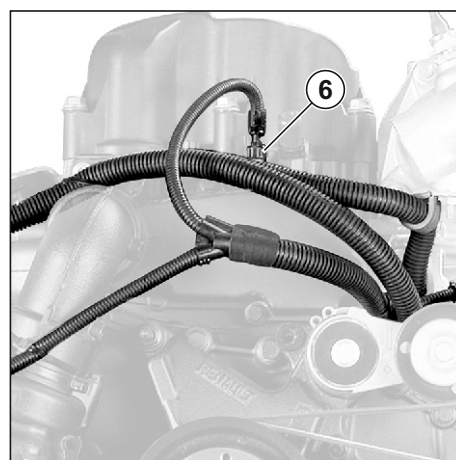

Рис. 77. Расположение датчика на двигателе (вид спереди).
- датчик давления в рампе (1);
- датчик фазы (2);
- датчик температуры и давления воздуха во впускном коллекторе (3);
- датчик частоты вращения двигателя (4) (на картере маховика);
- датчик давления масла (5);
- датчик температуры охлаждающей жидкости (6) (см. **Рис. 77**);
- датчик температуры и давления топлива (7);